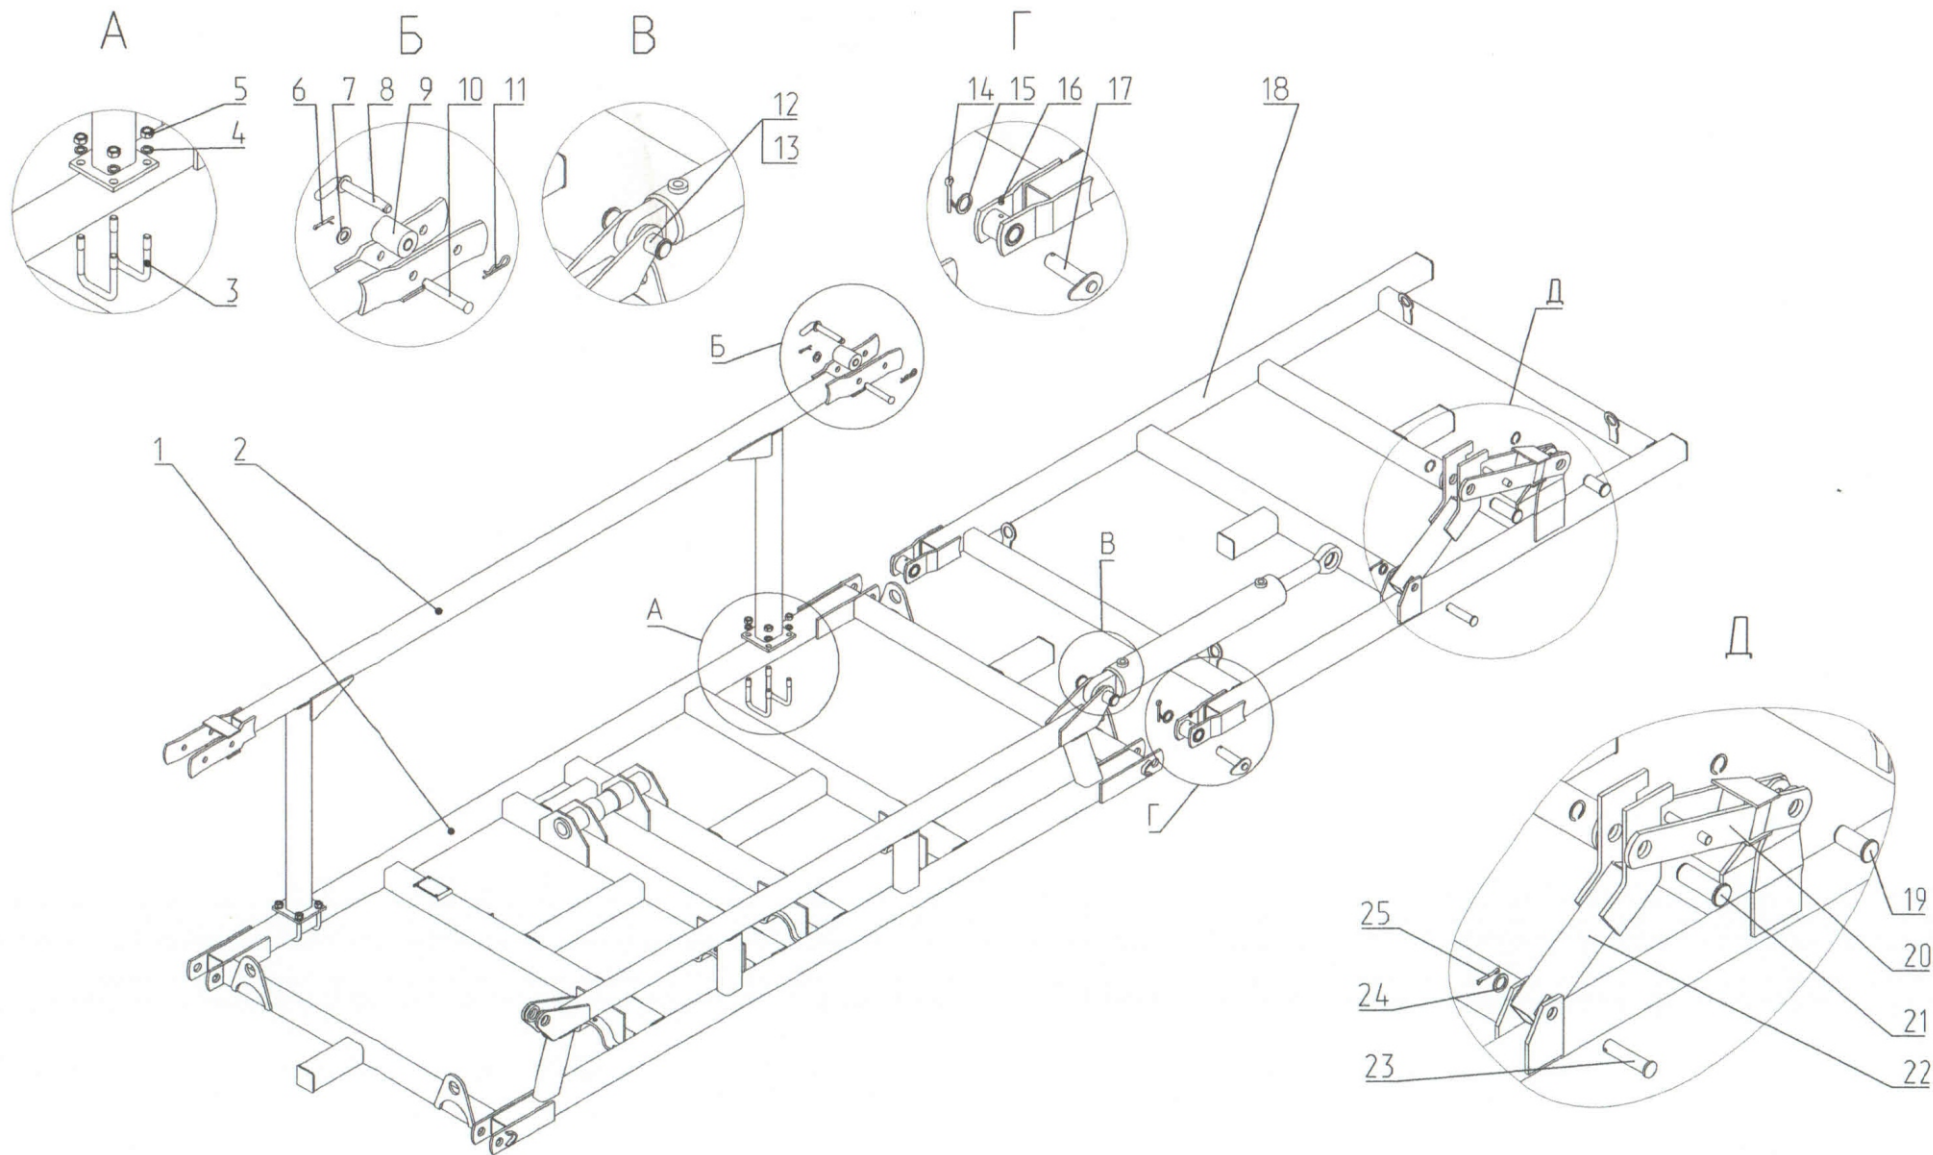

Рис. 4 Центральная и боковые секции .
3.1. Рама культиватора (Рис.4) имеет шарнирно-секционное устройство и состоит из центральной секции 1 и двух боковых секций (крыльев) поз.18, которые представляют собой сварную плоскую трубчатую конструкцию, являясь несущей частью культиватора.
3.1.1. Фиксатор 2 (Рис.4), закрепленный на переднем брусce центральной секции скобами поз. 3, служит для удержания сложенных боковых секций в транспортном положении. Блокировка секций осуществляется замком поз. 8. Для смягчения ударов при складывании секций в проушинах фиксатора установлены прорезиненные буферы поз. 9.
3.1.2. Тяги поз.20 и 22 (Рис.4), установленные в проушины на заднем брусce крыла, предназначены для присоединения штока гидроцилиндра, осуществляющего перевод сложенных боковых крыльев в транспортное положение.
3.1.3. Перевод боковых крыльев осуществляется гидроцилиндрами, установленными в проушинах центральной секции проушинами корпусов, а штоки закрепляются к крыльям через тяги поз.20,22 (Рис.4).